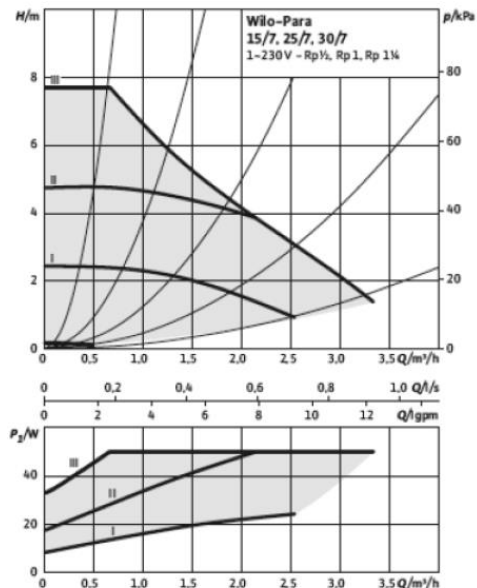

Figure 55 – Performances de la pompe - Vitesses constantes I, II et III
- Sélectionnez la courbe caractéristique (I, II et III - Figure 55) dans le mode de contrôle.